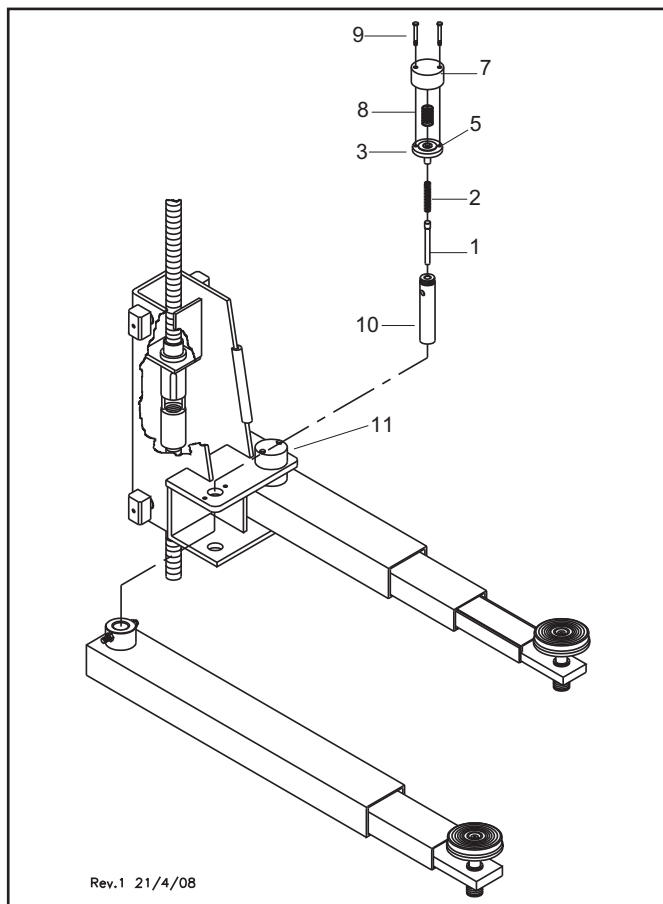

Fig.50 - Abb.50
4 - (Fig.50) Inserire il perno spingimolla (1) nella spina dentata (10) e successivamente la molla (2), avendo cura di ingrassare le suddette parti prima di montarle.
4 - (Fig.50) Insert the spring pressure pin (1) into the hollow core of the splined dowel pin (10) and then fit the spring (2). Grease the parts before assembling.
4 - (Fig. 50) Enfiler la tige poussoir (1) dans l'axe cranté (10), puis le ressort (2) après avoir enduit ces pièces de graisse.
4 - (Abb.50) Den Federdrückzapfen (1) und dann die Feder in den gezahnten Stift (10) einsetzen; beachten, daß diese Teile vor dem Einsetzen gut geschmiert werden.
4 -(Fig. 50) Colocar el perno para fijación resorte (1) en el perno estriado (10) y después el muelle (2), teniendo cuidado de engrasar dichas piezas antes de montarlas.